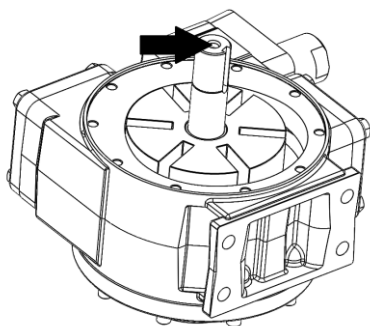
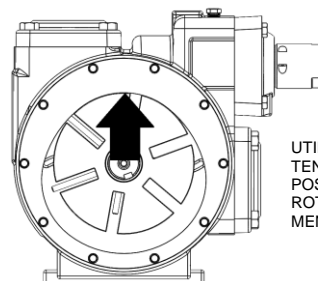

Figura 8 – Posizione per l'anello di sollevamento del rotore/albero
Figura 11 – Suggerimento per l'installazione del rotore/albero
- 11) Rimuovere il gruppo magnete condotto (52) e la chiave (35A). Appoggiare il gruppo magnete condotto su una superficie non magnetica, e lontano da altri componenti magnetici.
- 12) Sfilare l'interno testata (20) dall'estremità bagnata dell'albero (13) e metterla da parte. Per sfilare la testata potrebbe essere necessario esercitare una piccola leva intorno al diametro esterno, nel caso risulti difficile toglierla. Rimuovere e smaltire l'o-ring (72).
- 13) Rimuovere le palette (14). Controllare eventuali usure.
- 14) Rimuovere con attenzione il rotore/albero (13) dal cilindro della pompa. Per aiutare la rimozione è possibile installare un anello di sollevamento (filettatura 5/16-18 UNC) all'estremità del rotore/albero. Vedere figura 8. Assicurarsi che il rotore/albero non sia danneggiato e che non danneggi il cilindro, la boccola o la testata.
5. Installare il nuovo o-ring del copricuscinetto (26) nella scanalatura dell'esterno testata. Posizionare il copricuscinetto (27) sulla testata. Lubrificare i tappi a vite del copricuscinetto (28) con un composto antigrippante di buona qualità e installarlo. Applicare una coppia come descritto di seguito.
7. Ispezionare le palette (14) e le asticelle di spinta (77) per verificarne usura e danni, ed eventualmente sostituirle come di seguito descritto:
- a. Le asticelle di spinta DEVONO essere installate nel cilindro della pompa prima del rotore e dell'albero (13). Per fare ciò, mantenere il rotore e l'albero verticali con l'estremità più corta verso il basso. Vedere Figura 8 per l'individuazione del gancio di sollevamento (di aiuto per l'installazione). Far scorrere le asticelle di spinta nei corrispondenti fori del rotore, quindi inserire il rotore/albero nell'estremità aperta del cilindro pompa. Vedere Figura 8 per l'individuazione del gancio di sollevamento (di aiuto per l'installazione). Evitare di far cadere il rotore/albero o danneggiare la boccola. Spingere il rotore verso il punto di tenuta mentre lo si cala, per aiutare a guidare l'albero nella boccola. Vedere Figura 11.